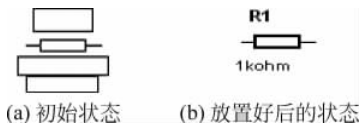

图 3.3 放置元器件
③ 从 In Use List 列表选取元器件。用户每次调用的元器件,都自动保留并显示在 In Use List 列表中。如果需要再次调用相同的元器件,可直接从 In Use List 列表中选取。
④ 放置元器件。在设置好元器件参数后,单击 OK 按钮。此时在电路工作区中,光标上带有一个悬浮的电阻,移动光标到合适的位置后,再次单击鼠标,所选元器件就放置于工作区中,如图 3.3 所示。